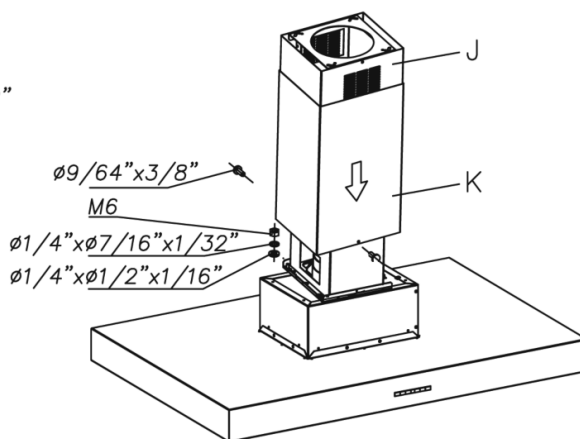

Fig. 5
- Introducir el tubo K y mantenerlo levantado (Fig. 5).
- Fijar la campana a la estructura telescópica mediante las 4 tuercas y arandelas. (Fig. 5).
- Bajar el tubo K y fijarlo a la campana con 2 tornillos. (Fig. 5).
- A continuación debe fijarse el soporte G en el extremo superior de la pared asegurándose de que la alineación respecto al tubo telescópico es la correcta. Extender la parte móvil del tubo B hasta alcanzar el soporte G y fijarlo con dicho soporte medianamente los dos tornillos laterales. (Fig. 5).